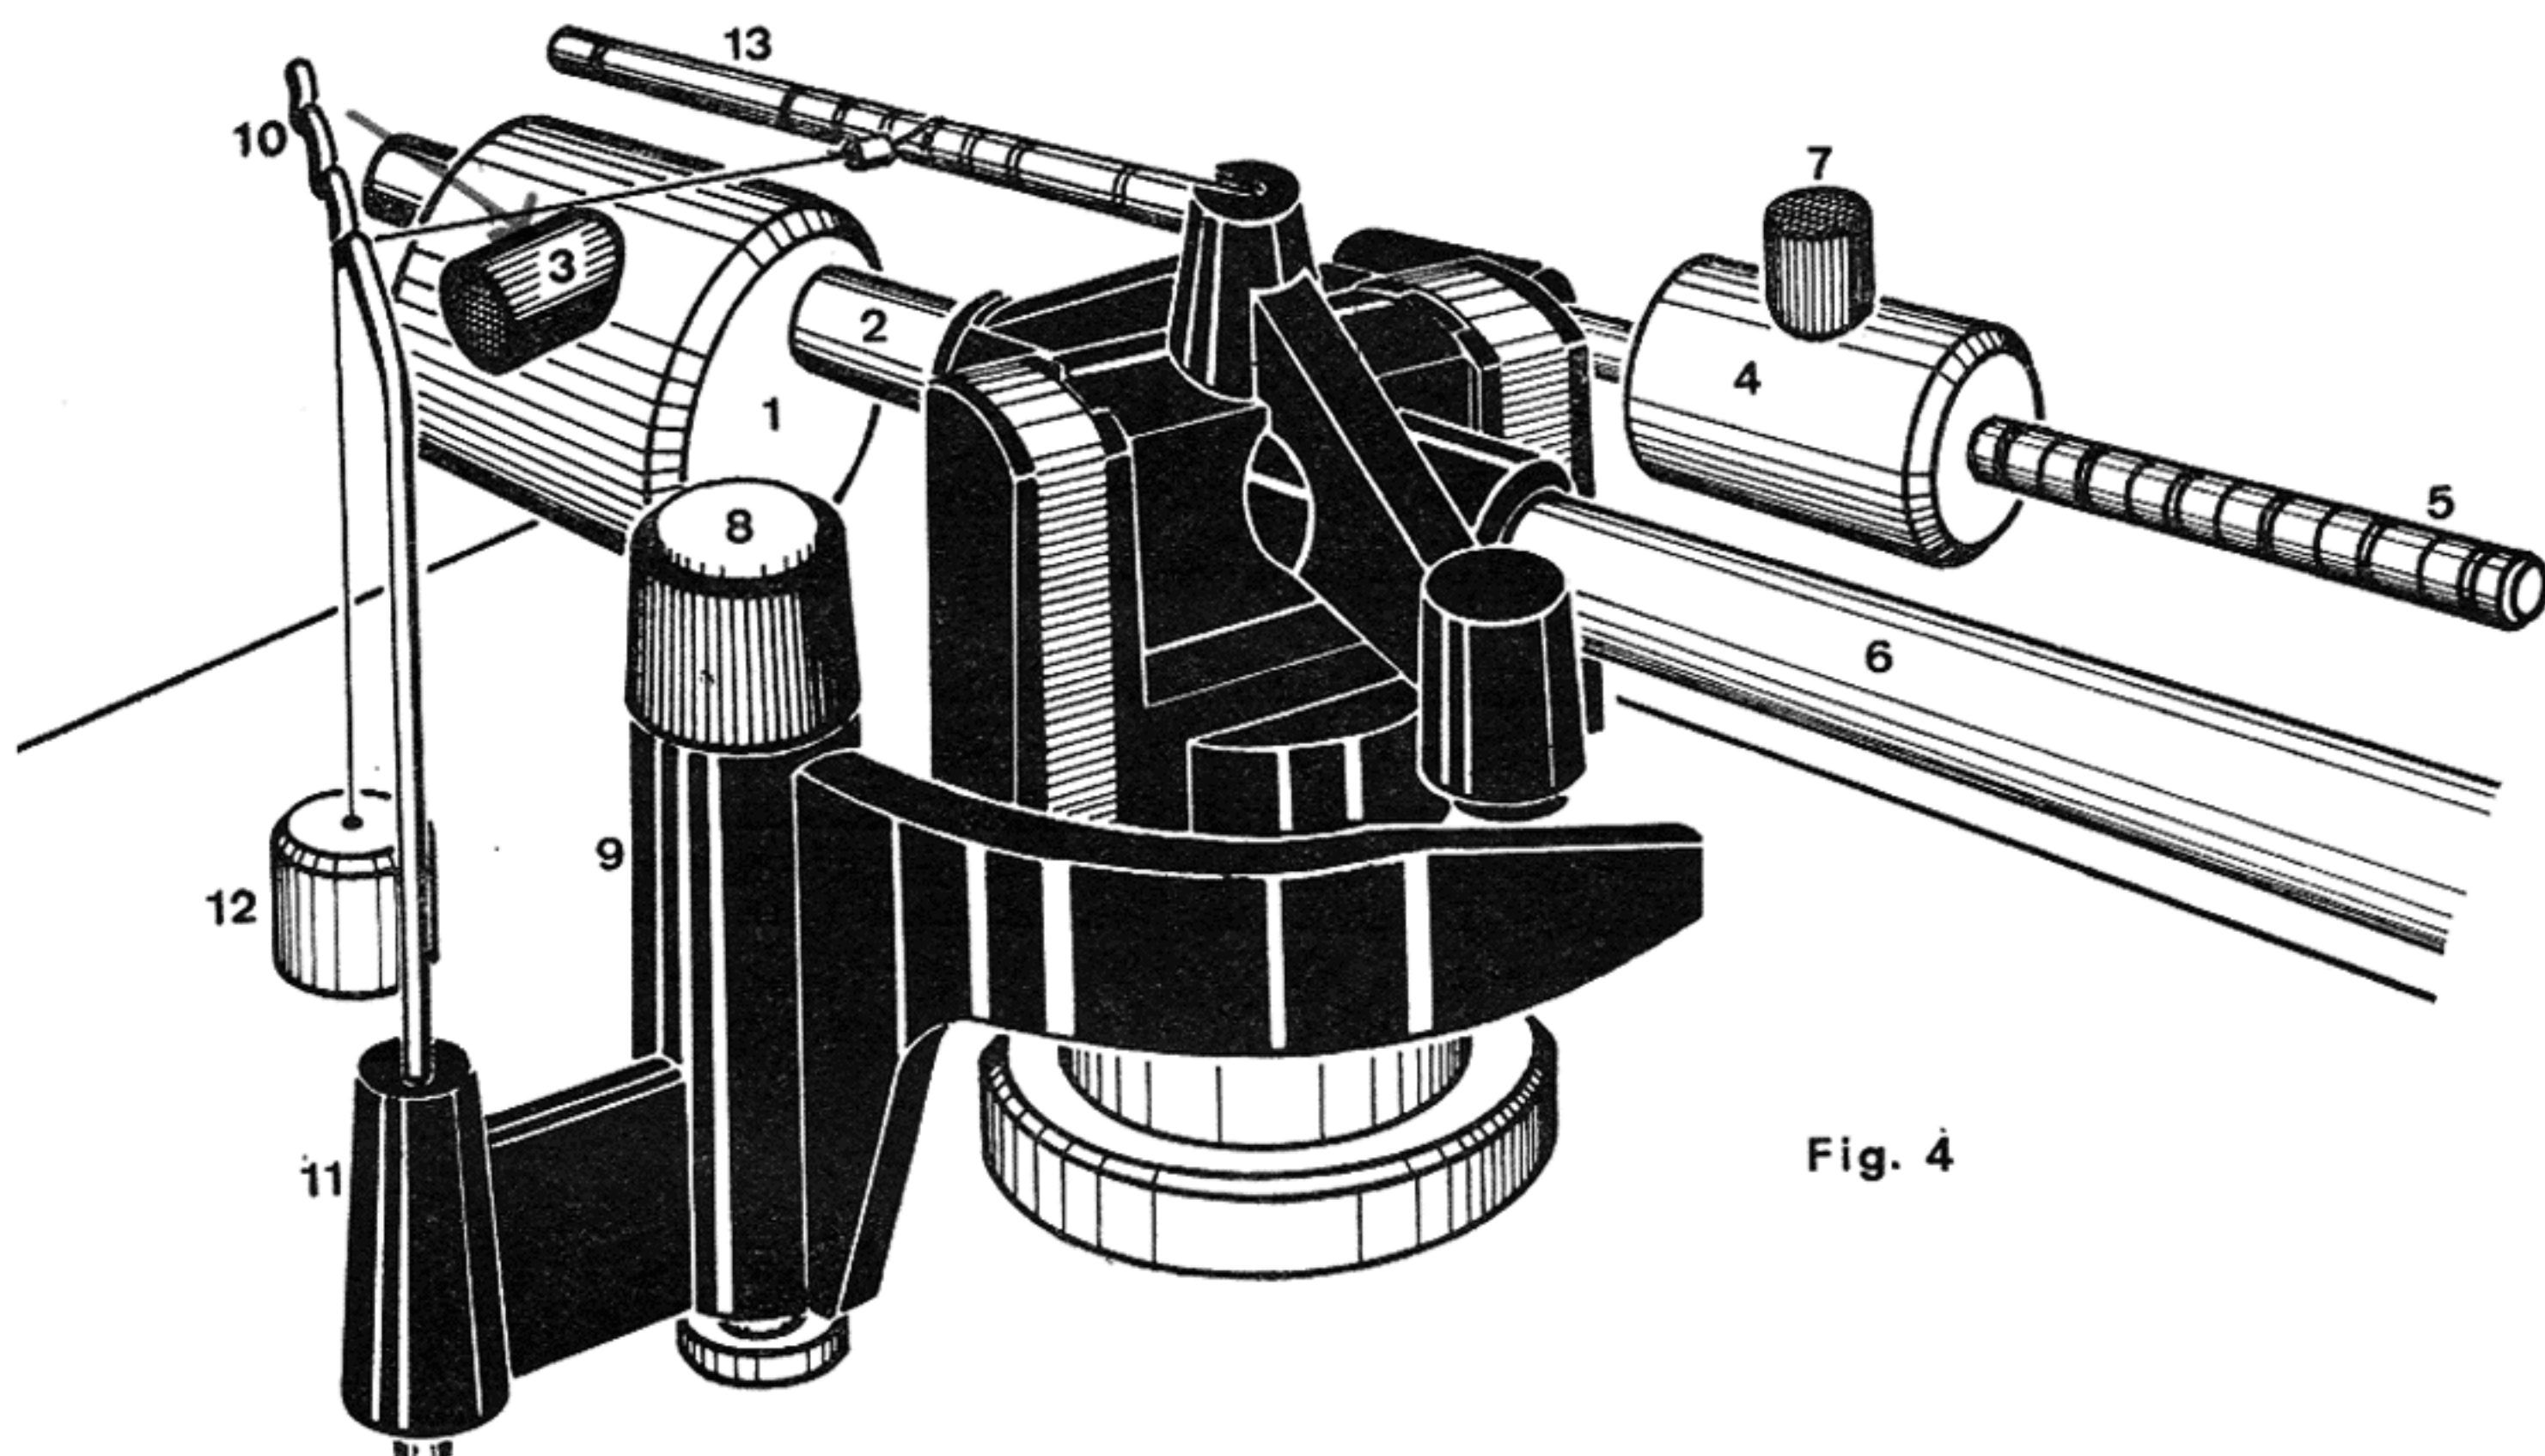

Fig. 4
- Enfiler le gros contrepoids (1) sur la partie arrière du bras (2), la vis de blocage (3) étant orientée vers la gauche (fig. 4).
- Enfiler à fond vers l'arrière le petit contrepoids (4) sur la réglette graduée (5) à droite du bras (6) et serrer légèrement la vis de blocage (7) afin de l'immobiliser provisoirement.
- Rechercher l'équilibre horizontal du bras en déplaçant le gros contrepoids (1) vers l'avant ou vers l'arrière. Immobiliser le contrepoids en serrant légèrement la vis moletée.
La réglette (5) est ainsi graduée jusqu'à 5 gr (fig. 4).
En tournant le bouton moleté (8) de la hampe élévatrice (9) du bras, dans le sens des aiguilles d'une montre, on diminue la course en vitesse lente ; on l'augmente en tournant dans le sens inverse (fig. 4).
- Insérer l'épingle de renvoi d'anti-skating (10) dans le guide anti-rotation (11) de la hampe élévatrice (9) du bras, la partie ondulée horizontale orientée vers l'arrière de la platine (fig. 4).
- Accrocher le poids de 1 gr ou le poids de 4 gr (12) sur la réglette graduée (13) de l'anti-skating en se référant à la table de réglage ci-après.
Le fil nylon doit faire, avec la réglette (13) d'anti-skating, un angle le plus approchant possible de 90° (angle droit) lorsque la pointe du lecteur est posée sur le sillon d'attaque d'un disque de 30 cm (fig. 4).